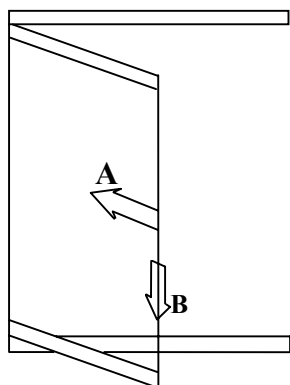

Рис.1
- 4) Сдвинуть соседнюю подвижную створку в сторону открытой поворотной до упора и открыть ее. **При начальном угле открывания 0-15 градусов поддерживайте створку в направлении А (направление петель)(см. Рис.1).**
- 1) При открывании не нагружайте створки дополнительной нагрузкой в вертикальном направлении В (см. Рис. 1). Не висните на створках при открывании.